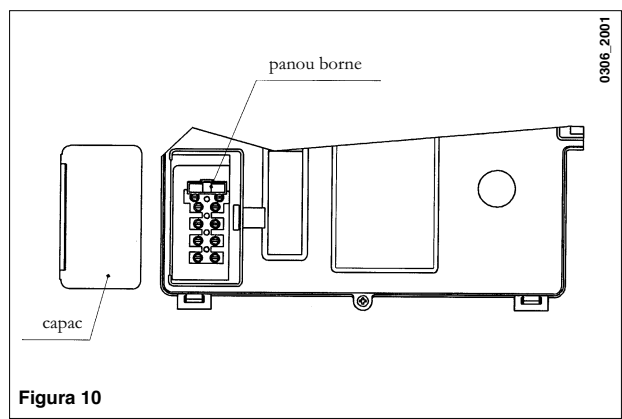

Figura 10
- Scoateți capacul pentru a avea acces la conexiunile electrice (figura 10).